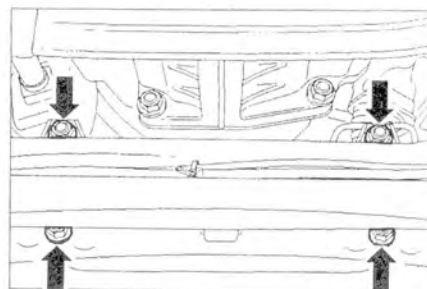

Рис. 7.14. Открутите гайки (стрелки).
10. Открутите гайки (стрелки) (рис. 7.14).